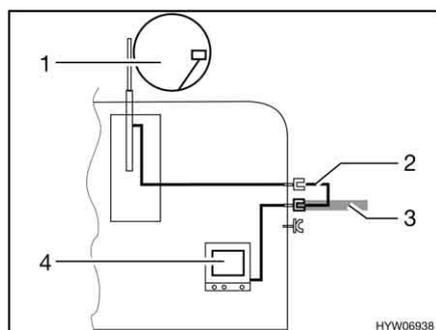

Bild 177 TV im Fahrzeug
- TV im Fahrzeug (Bild 177,4): Anschluss an Dachantenne (Bild 177,1) mit Verbindungskabel (Bild 177,2)
- TV im Fahrzeug (Bild 177,4): Anschluss an externe Antenne (Bild 177,3)